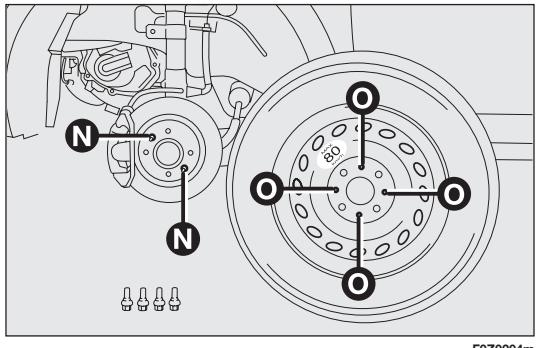

fig. 126
- montare il ruotino di scorta facendo coincidere il perno N-fig. 126 con uno dei fori O presenti sulla ruota;